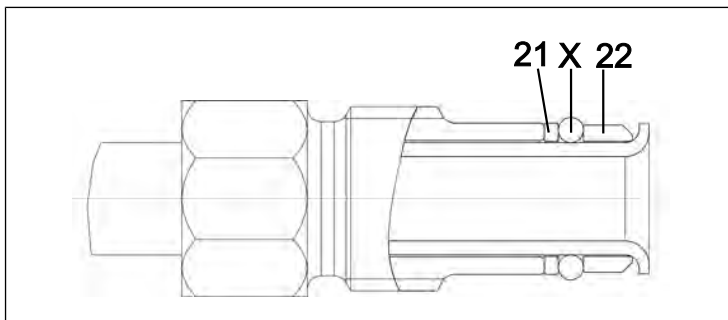

Fig.31: Corretta posizione dell'O-ring
2. Sostituire gli O-ring (16) e (17) sul collegamento tubo flessibile separatore (11).
3. Sostituire l'O-ring (15) sul collegamento tubo flessibile condensatore (12).
**i** Durante la sostituzione degli O-ring, accertarsi che i nuovi O-ring siano posizionati correttamente (fra bussola (22) e rondella scorrevole (21; vedere Fig. 31;